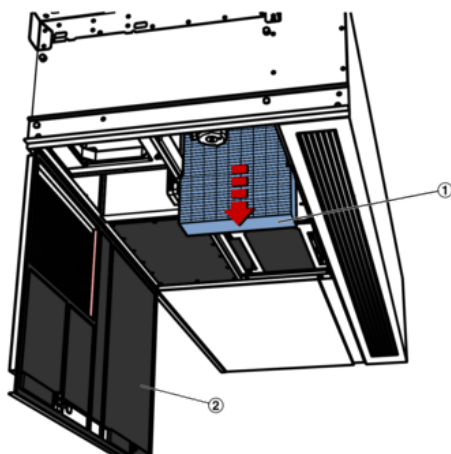

Abb. 69: Feinstaubfilter
2. ▶ Den Revisionsdeckel (Abb. 69/2) des Lüftungsgerätes öffnen → Kapitel 9.2 „Revisionsdeckel öffnen/schließen“ auf Seite 51.
3. ▶ Filter (Abb. 69/1) aus dem Filtereinschub herausziehen.